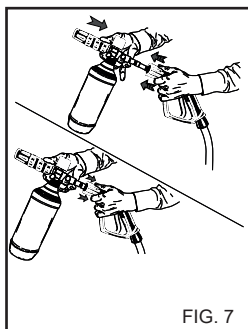

FIG. 7
2) Togliere la prolunga dall' impugnatura e inserire il kit spruzzatore detersivo (fig. 7), azionare l' idropulitrice e cospargere la superficie da lavare agendo dal basso verso l' alto.